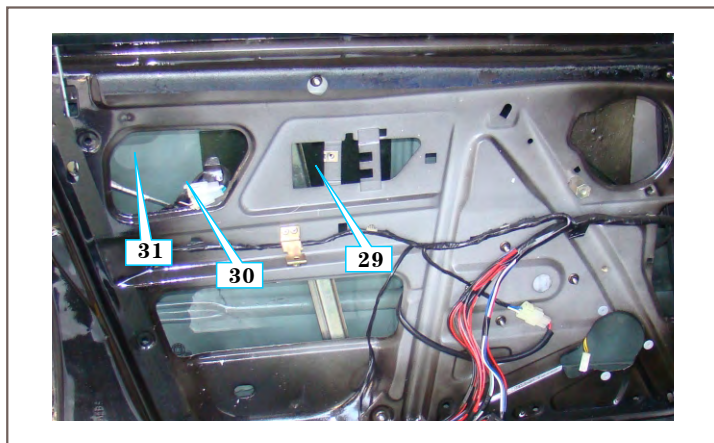

图10-52 拆外拉手
⑭卸下内拉手29、卸下螺钉30后取出外拉手31。（如图10-52所示）。